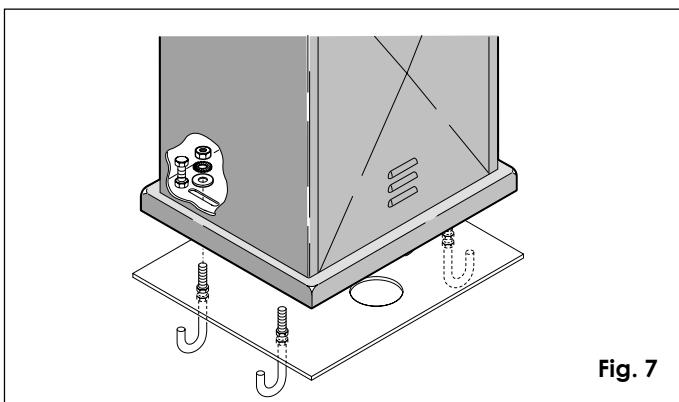

Fig. 7
- 1) Quitar la carcasa (fig. 1-ref. 2) y ubicar el motorreductor sobre la placa de cimentación. Colocar la arandela metálica, la arandela elástica y la tuerca (sin bloquear) como en la fig. 7.